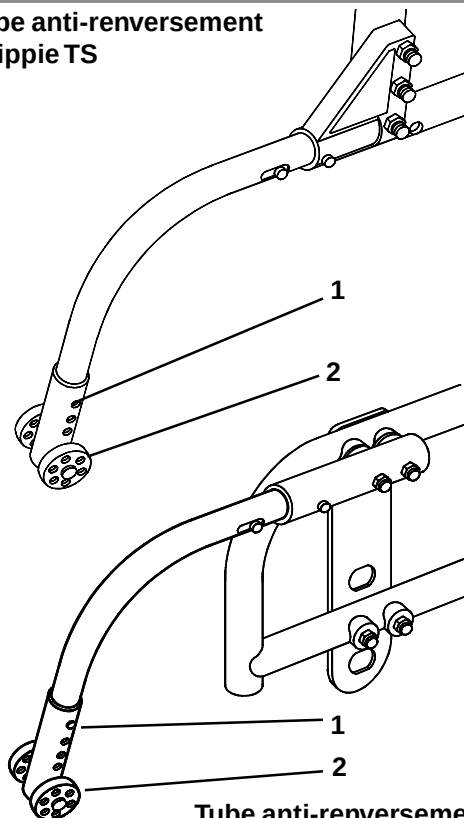

Fig. 36
Il est possible de changer la hauteur des tubes anti-renversement (Fig. 36) en appuyant sur le bouton d'attache (1) et en déplaçant l'ensemble des roues vers le haut ou le bas jusqu'au trou (2) désiré. Il y a trois positions disponibles sur le Zippie TS et quatre sur le Quickie TS.
La hauteur du fauteuil (Fig. 38) s'ajuste en déplaçant verticalement la plaque de l'axe (1) en utilisant les trous du châssis pré-perçés (2). Ce réglage permet d'ajuster la hauteur du siège de 63 mm (Fig. 36). Les quatre boulons (3) et écrous (4) par plaque doivent être ôtés et placés dans la position requise, puis couplés entre 8 et 10 Nm.